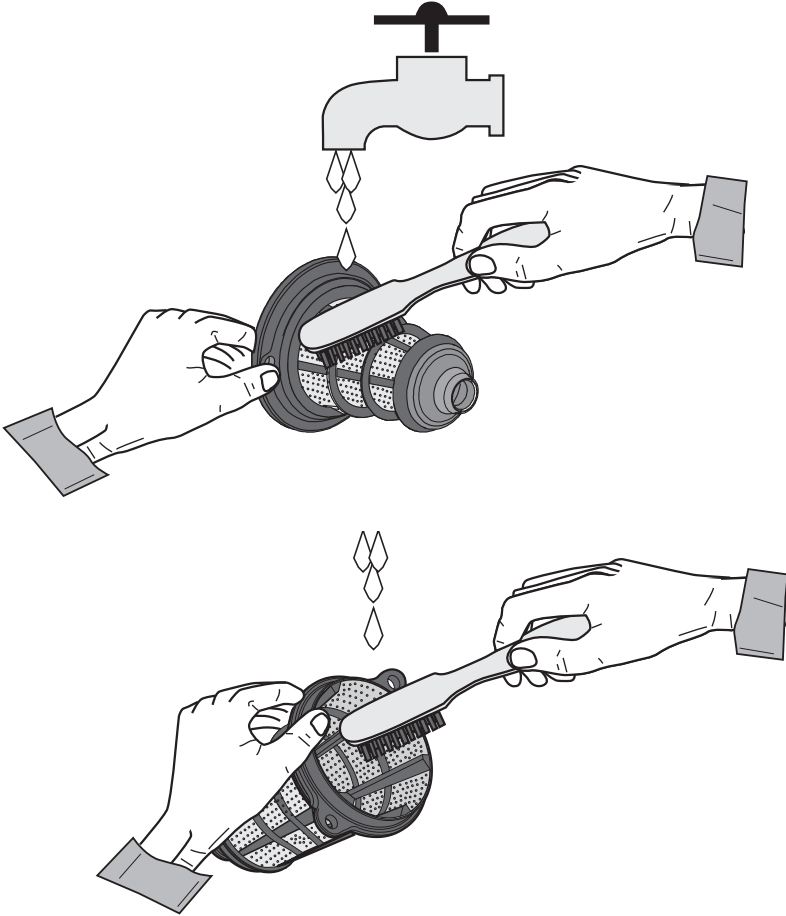

Fig. 5
- Utilizar un cepillo (Fig. 5) para limpiar el tamiz tanto en el interior como en el exterior y la cóclea.